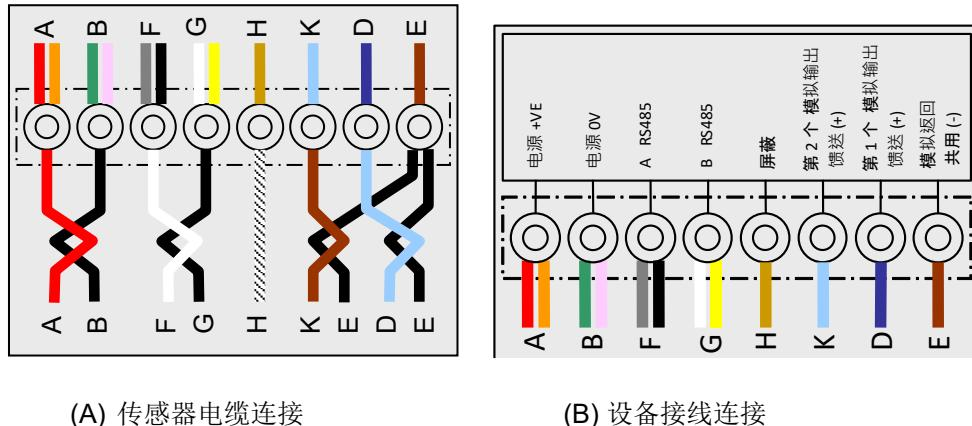

图 10：接线图
- 按照旋转接头的示意图连接到端子（请参见图 10）。
- 通过外壳电缆密封套引入设备电缆，并截成所需长度。按照盖子的示意图将设备电缆连接至固定接线盒（请参见图 10）。从集电环子总成连接可拆卸式接线盒插头。
- 通过外壳电缆密封套引入设备电缆，并截成所需长度。按照盖子的示意图将设备电缆连接至固定接线盒（请参见图 10）。